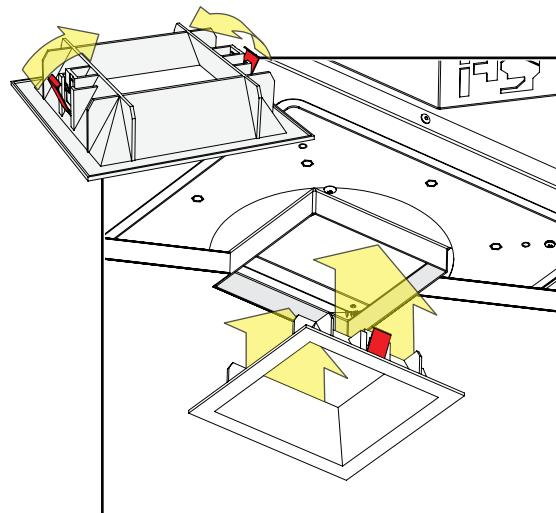

fig. 13
3. Compressez les ressorts et poussez-les dans l'ouverture du spot jusqu'à ce que l'habillage affleure le plafond. Assurez-vous que les ressorts sont bien comprimés et entrent dans le collier et non autour du collier (voir la fig. 13).